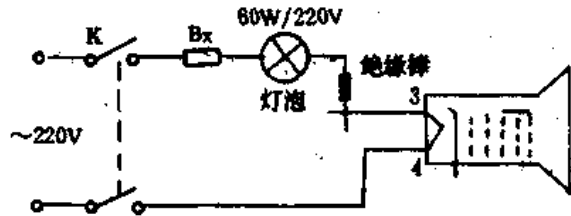

图 5-15 市电电击法
方法之一,市电击法。如图 5-15 所示,拔下显像管管座,将一根塑料导线焊在电源变压器初级与灯丝④脚之间,另用一根塑料导线,一端与 60W 白炽灯泡焊在一起,另一端绕在一根 25cm 左右的绝缘棒上,再用一根短导线将灯泡与电源保险丝 BX 相连。然